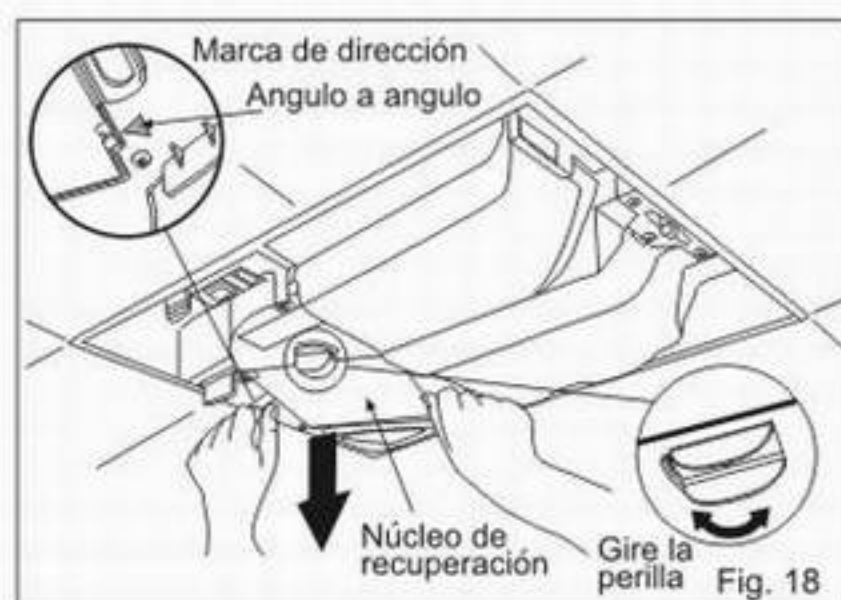

Fig. 18
- ② Levante las palancas.(Fig.18)
- ③ Hale el Núcleo de Recuperación hacia abajo de manera recta, y retire lentamente. (Fig.18)